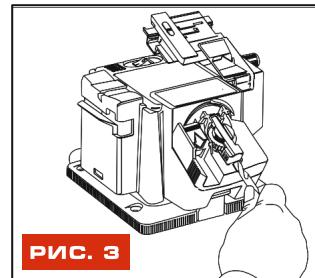

РИС. 3
8. Поместите зажимное устройство со сверлом в направляющее отверстие в центре шлифовального диска (рис. 3).